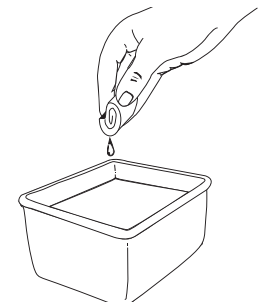

Fig. 23
3. Lavez le filtre dans un mélange d'eau et de détergent (Fig. 23). Rincez le filtre abondamment et laissez-le sécher.